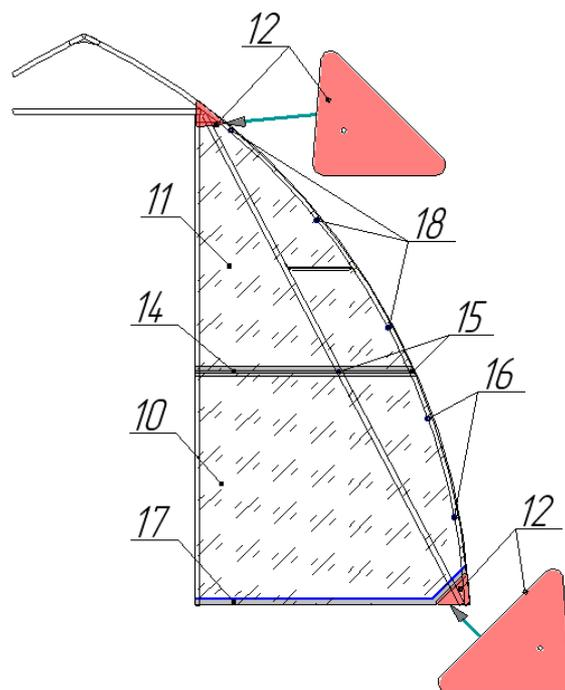

Рис. 15
4.11 Остекление торцевых секций начинаем с установки нижнего стекла №10 (рис.15). Перед монтажом на нижнюю кромку стекла надеть резиновый П-образный уплотнитель №17 (длинной 1100мм), а на радиусную часть приклеить силиконовые демпферы в места №16.